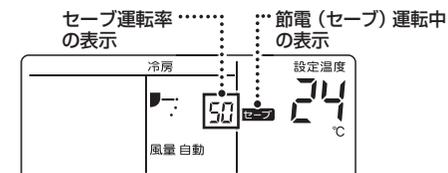

図3: 節電 (セーブ) 運轉中の画面
- セーブ運転率の設定後は、節電 (セーブ) 運転中画面が表示されます。(図3)